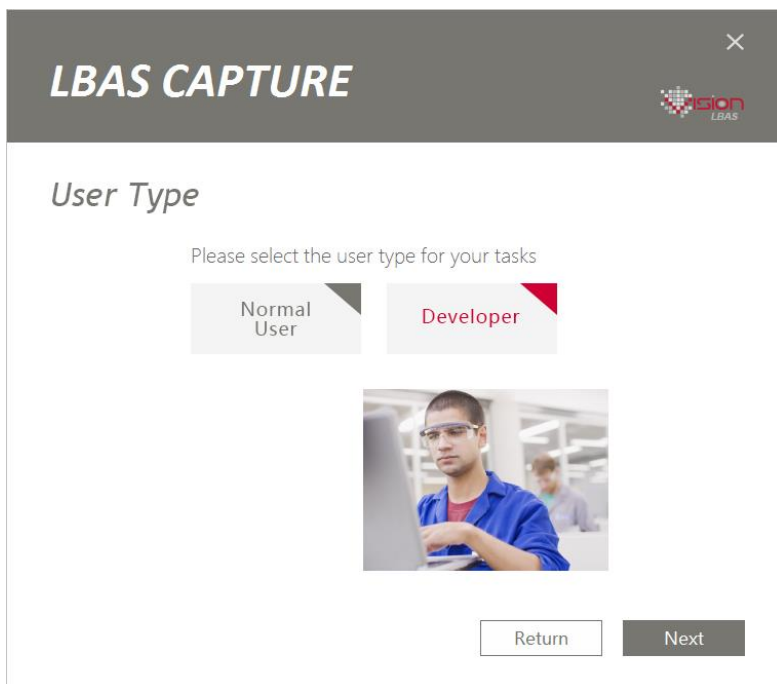

图2-2 安装界面 2
3. 进入安装选择界面，选择需要安装的语言，点击下一步(Next)，安装示意图如图 2-2 所示；选择用户类型（普通用户或者开发者）；点击下一步(Next)，选择相机驱动类型（GigE 和 USB）；依次完成安装。